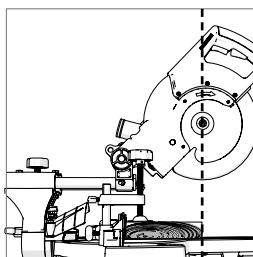

図26
- ハンドルを握り、ブレードの中心が材料の前端より手前にくるまでスライドさせます。(図26)